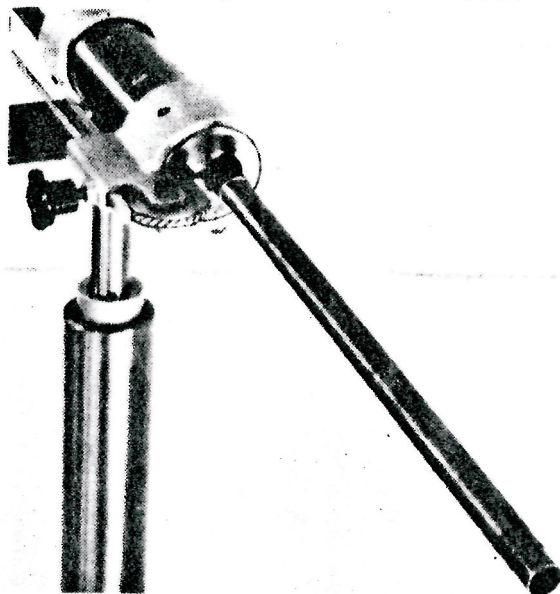

Abb. 5
4. Druckstück in das geräuschkämpfende Vorschubrohr stossen bis es sich in der in Abbildung 5 gezeigten Lage befindet. (Überhang  $\sim$  400 mm).